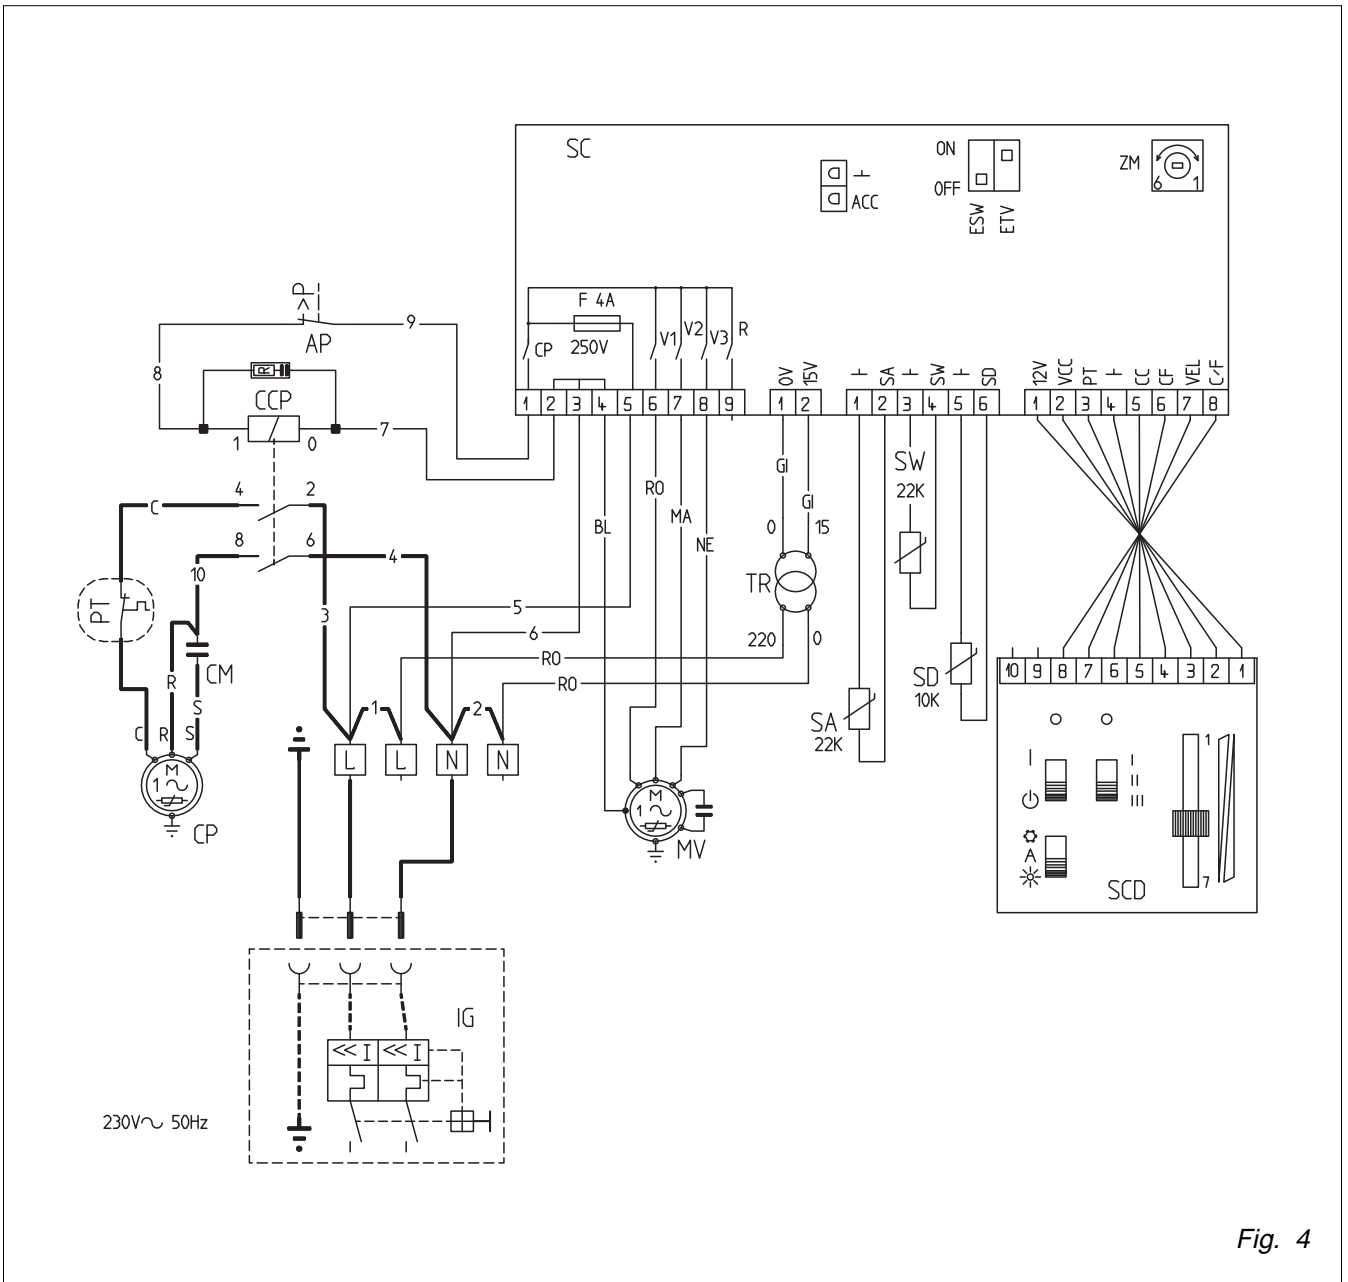

Fig. 4
- Fissare la sonda SW (10) sul tubo di mandata e collegarla elettricamente ai morsetti come indicato nello schema elettrico fig. 4 . **ATTENZIONE:** la sonda deve essere a diretto contatto con il tubo, togliere quindi parte dell'isolamento del tubo stesso (fig. 3);
- Fit the SW probe (10) to the delivery tube, then connect it to the electrical terminals (see wiring diagram fig. 4). **CAUTION:** the probe should come into direct contact with the tube; for this reason, remove part of the tube jacket in the relevant area (fig. 3);
- Fixer la sonde SW (10) sur le tuyau de refoulement et la raccorder électriquement aux bornes comme indiqué sur le schéma électrique de la fig. 4 . **ATTENTION:** la sonde doit être en contact direct avec le tuyau, retirer par conséquent une partie de l'isolation du tuyau lui-même (fig. 3);
- den Fühler SW (10) an der Druckleitung befestigen und ihn elektrisch an die Klemmen anschließen, wie im Schaltplan Abb. 4 gezeigt. **ACHTUNG:** der Fühler muß das Rohr direkt berühren, daher einen Teil der Rohrisolierung entfernen (Abb. 3);